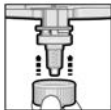
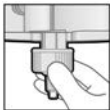

Fig. 3
Fig. 4.1
5. Når blandespidsen er i den rigtige stilling (fig. 3), skubbes Dynamix-fikseringsringen over blandespidsen, indtil den stopper. Drej den med uret (1/4 omgang), indtil den er låst sikkert fast. (fig. 4.1, 4.2, 5)